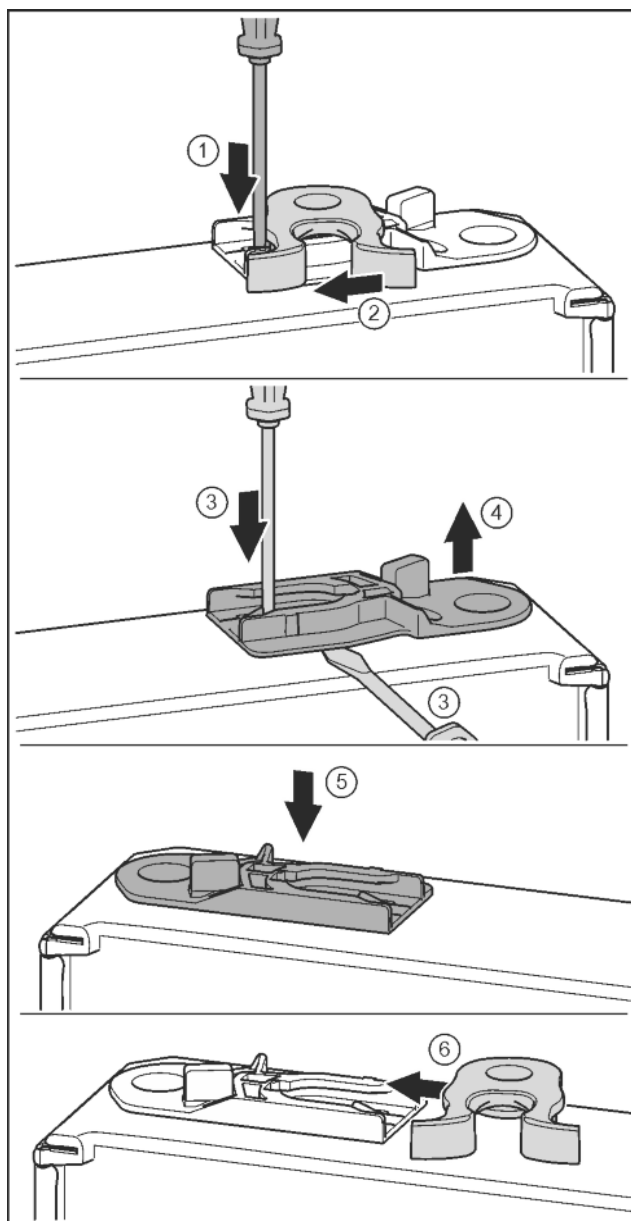

Fig. 20
- ▶ La parte inferiore della porta indica verso l'alto: ruotare la porta. Fig. 20 (1)
- ▶ Con un cacciavite spingere la linguetta verso il basso. Fig. 20 (2)
- ▶ Estrarre il gancio di chiusura dalla guida. Fig. 20 (3)
- ▶ Estrarre la bussola di guida: con un cacciavite spingere la linguetta e contemporaneamente con un cacciavite spostarla sotto la bussola di guida. Fig. 20 (3, 4)
- ▶ Inserire sull'altro lato dell'apparecchio la bussola di guida fornita in dotazione. Fig. 20 (5)
- ▶ Spingere il gancio di chiusura nella guida. Fig. 20 (6)